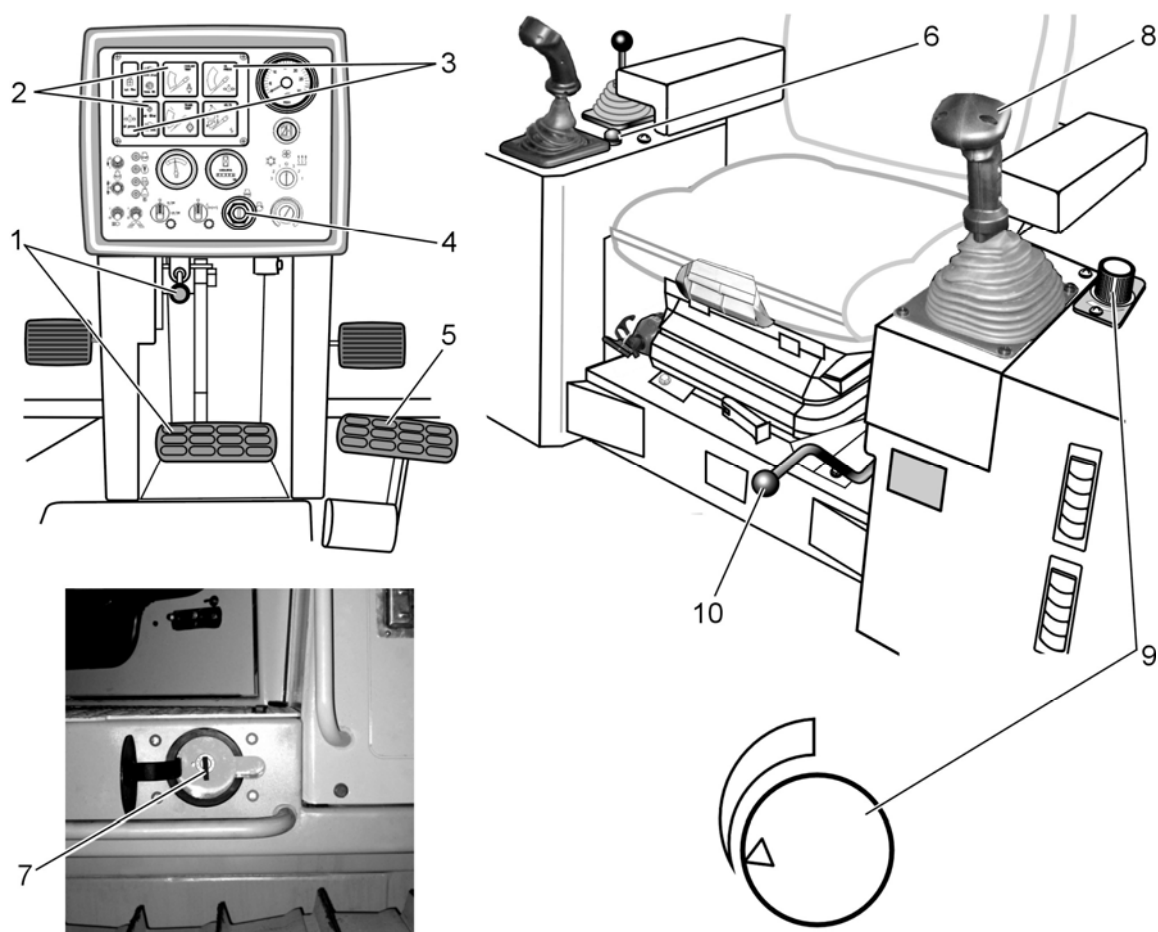

Рис. 4.18. Запуск двигателя
4.6.1. ЗАПУСК ДВИГАТЕЛЯ (Рис. 4.18)
6. Рычаг (10, Рис. 4.18) блокировки управления системой привода (движения) установить в нижнее положение «заблокировано».
8. Звуковым сигналом (6, Рис. 4.18) предупредить персонал, находящийся вблизи машины, о запуске машины и о том, чтобы он удалился от машины на безопасное расстояние.